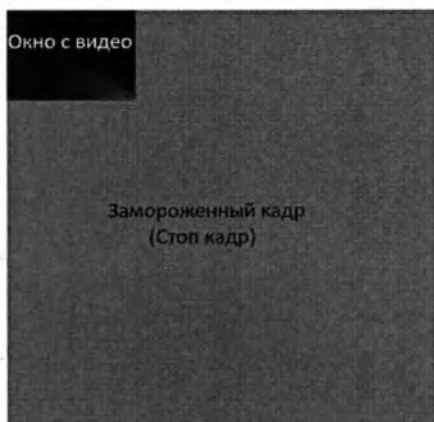

Рисунок 2.79 – Замороженное изображение эндоскопии
- Чтобы заморозить изображение нужно нажать кнопку «Стоп кадр». Текущий кадр видео будет выведен на главном мониторе, при этом видео продолжит воспроизводиться в уменьшенном масштабе (рисунок 2.79) в левом верхнем углу изображения. При включенной «заморозке видео» кнопка «Стоп кадр» имеет зеленый контур. Для снятия заморозки необходимо повторно нажать кнопку «Стоп кадр».